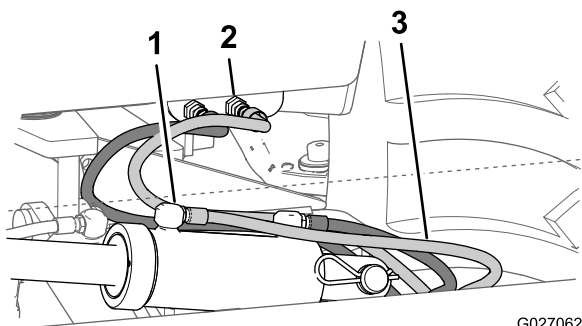

**Figure 42**
- Branchez le flexible de déploiement du vérin d'&#224;inclinaison (3/8 x 49-1/4 po) entre le raccord de traversée du circuit de déploiement du vérin d'&#224;inclinaison sur le panneau hydraulique gauche. et l'orifice de déploiement du vérin d'&#224;inclinaison (Figure 42).